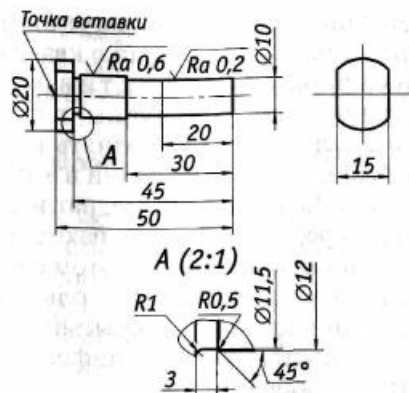

Рис. 3.1. Чертеж пуансона
4. Выполните чертеж пуансона (только изображения главного вида и вида слева, рис. 3.1), строго придерживаясь указанных размеров.
- установите (точка вставки указана на рис. 3.1) через буфер обмена чертеж пуансона во вновь открытом фрагменте в начало координат. При установке фрагмента воспользуйтесь находящимся на панели свойств режимом вставки «Слой-источники». Фрагмент будет многослойным.